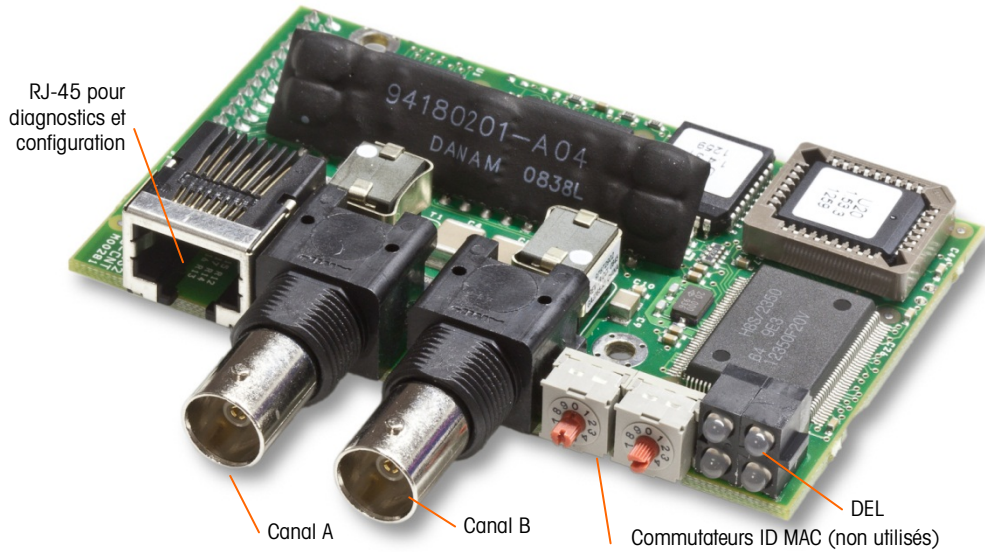

Figure 2-108 : Composants et connexions du module PLC ControlNet
La carte en option PLC ControlNet (Figure 2-108) est installée en position 3 (Figure 2-94) sur la carte principale.
L'option ControlNet se connecte au réseau ControlNet au moyen d'un câble extrait du câble principal d'origine. L'option prend en charge une ou deux connexions (pour la redondance). Le canal A correspond à la connexion normale et le canal B (redondant avec le canal A) peut être utilisé si ControlNet ne détecte aucun signal sur le canal A. Veuillez noter que l'adresse du module est définie dans le logiciel et que les commutateurs ID MAC indiqués sur la Figure 2-108 ne sont pas utilisés.
- **Ne branchez pas** de câble Ethernet sur le connecteur RJ-45 présenté à gauche sur la Figure 2-108. Cette connexion n'est pas utilisée.